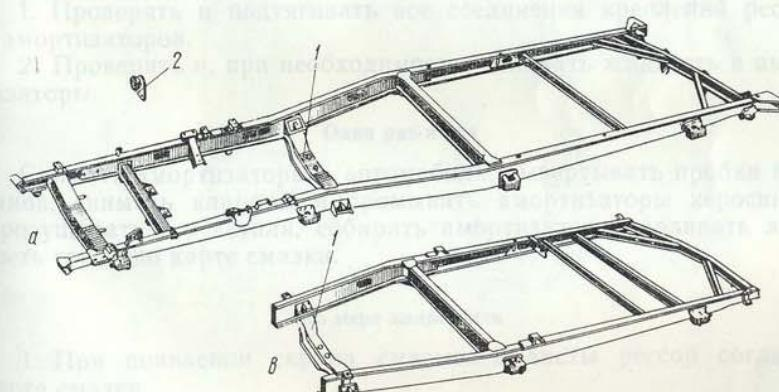

Рис. 177. Рама автомобилей УАЗ-451М и их модификаций:
- для автомобиля УАЗ-451М (рис. 177, а);
- для автомобиля УАЗ-451ДМ (рис. 177, б);